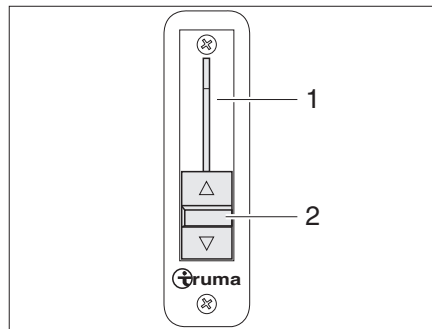

Fig. 21 Blocage de phase
Le régulateur à coulisse pour le blocage de phase (Fig. 21,2) se trouve à gauche sur le tableau de bord (Fig. 21,1).
- Pousser le levier (Fig. 21,2) entièrement vers le bas. Le blocage de phase est fermé.